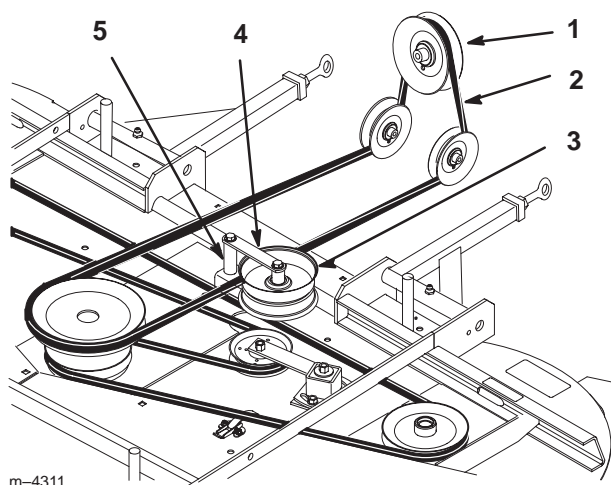

Figure 64
3. Déposez la courroie d'entraînement de PdF de l'embrayage, des poulies de tension arrière et de la poulie centrale supérieure du plateau de coupe (Fig. 64).
4. Retirez le boulon, l'écrou, la rondelle et l'entretoise de l'ensemble support de poulie de tension. Retirez la courroie de l'ensemble support (Fig. 64).
6. Placez la courroie dans l'ensemble support de poulie de tension. Remettez le boulon, l'écrou, la rondelle et l'entretoise dans l'ensemble (Fig. 64).